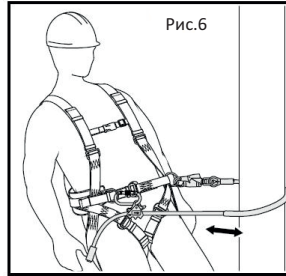

Рис.6
- Используя регулятор стропы, отрегулируйте длину и натяжение стропы для обеспечения стабильного рабочего положения или ограничения перемещения (рис. 6, 7, 8).